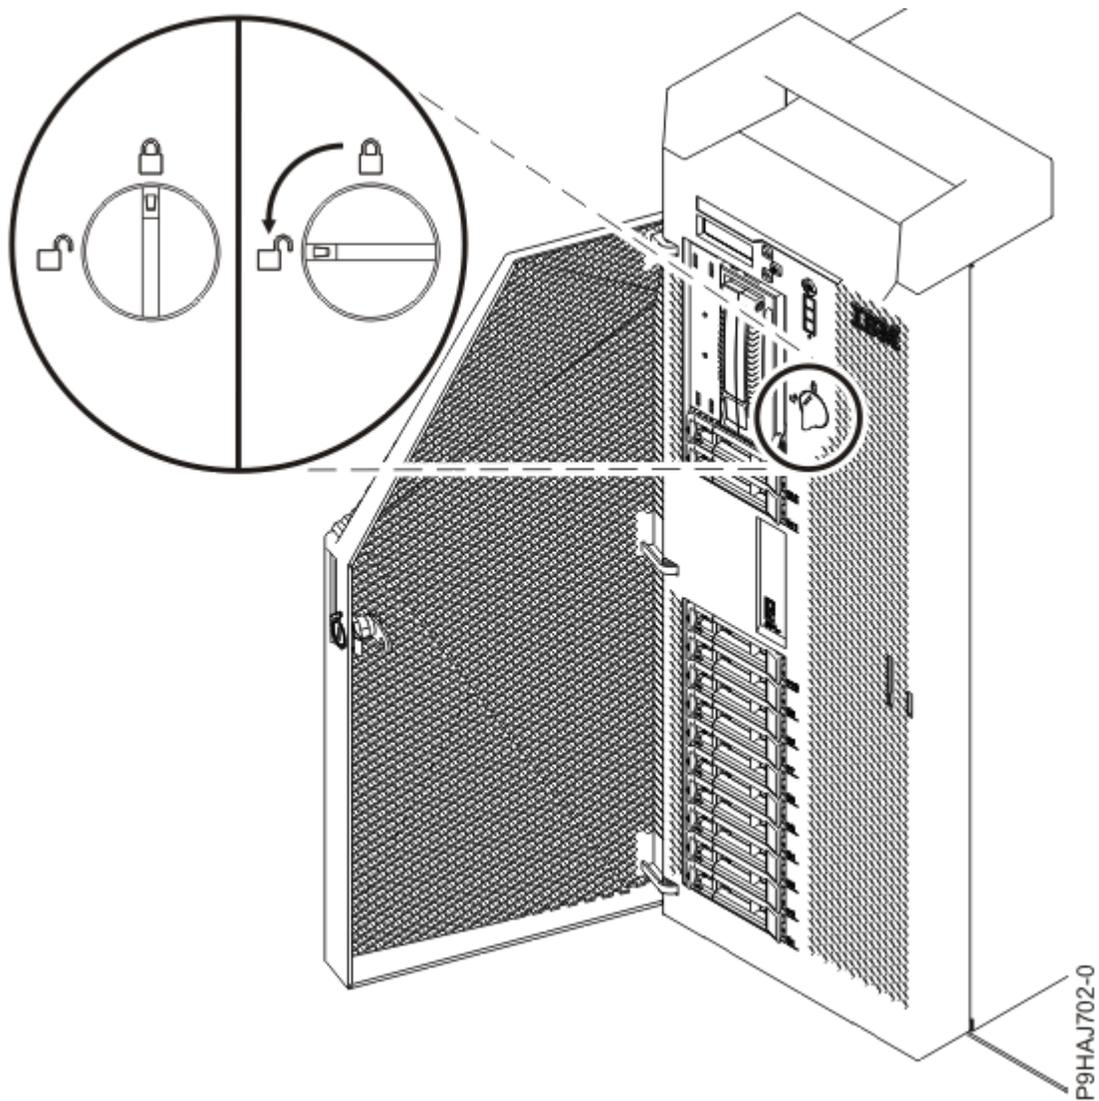

Figura 7. Abrir o trinco da tampa anterior
- c) Rode o fecho da tampa para a esquerda (em sentido contrário ao dos ponteiros do relógio) para bloquear a tampa conforme apresentado na Figura 7 na página 9. Vertical é bloqueado; horizontal é desbloqueado.